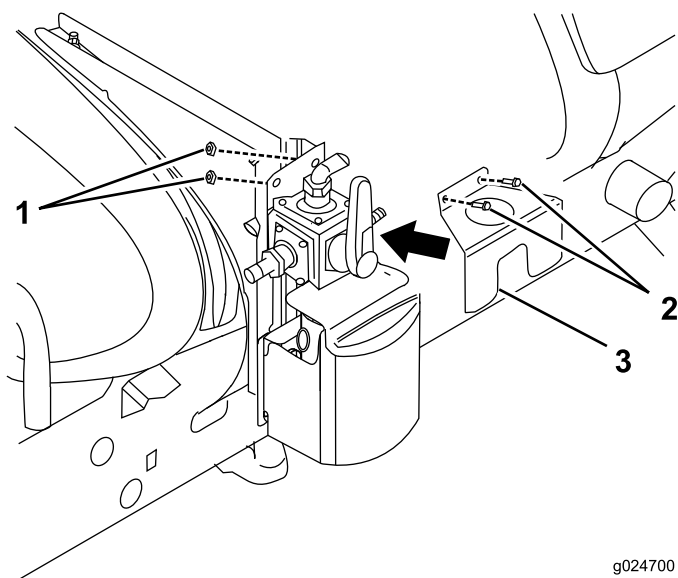

Figura 27
4. Instale o suporte da placa no conjunto de montagem da válvula (Figura 27) com 2 parafusos flangeados (5/16 x 1 pol.) e 2 porcas de bloqueio flangeadas (5/16 pol.).